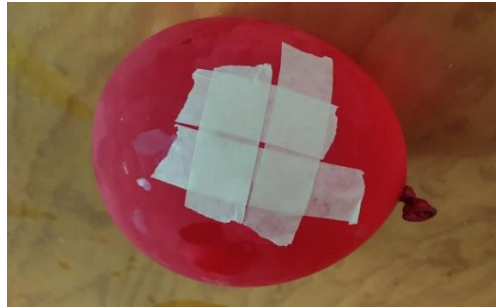

Figura 1.
2. Corte tiras de cinta masking y colóquelos en una parte del globo con agua, de tal manera que se forme pequeño cuadrado de 1 cm en medio, tal como se muestra en la Figura 1.